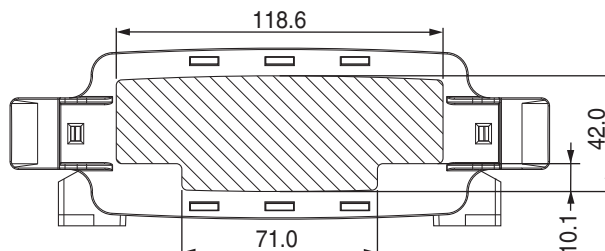

Figura 14 Superficie di montaggio disponibile per connettori su ECS-P...B
La piastra frontale dell'ECS-P...B consente la disposizione di connettori secondo le esigenze del cliente entro una determinata area sulla piastra. Posizione e numero dei connettori che si possono disporre sull'ECS-P...B (GY) sono limitati all'area indicata al Figura 14.